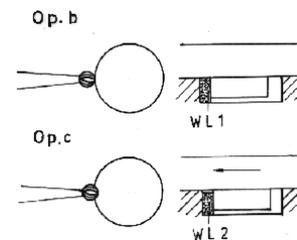

Abb. 7: Fräsen mit Zustellung durch Wechselleisten.
- b) Das jetzt zum Einsatz kommende Werkzeug ist ein Kugelfräser mit 0,6 mm Kugeldurchmesser. Es wird vor Ort gebracht, indem man den Schlitten bei eingelegter Nullleiste (2,5) auf das Werkzeug zudrückt (Abbildung 7, Op. b). Der Fräser selbst wird bei gelöstem Futter bis zur Berührung der Säule vorgeschoben und dann festgespannt. Nachdem die Nullleiste (2,5) entnommen und die nächstdünnere (2,4) eingelegt ist, wird der Schlitten vorsichtig auf das laufende Werkzeug zugerückt. Dabei dringt der Kugelfräser um den Differenzbetrag der beiden Leisten in die Säule ein (Abbildung 7, Op. c).